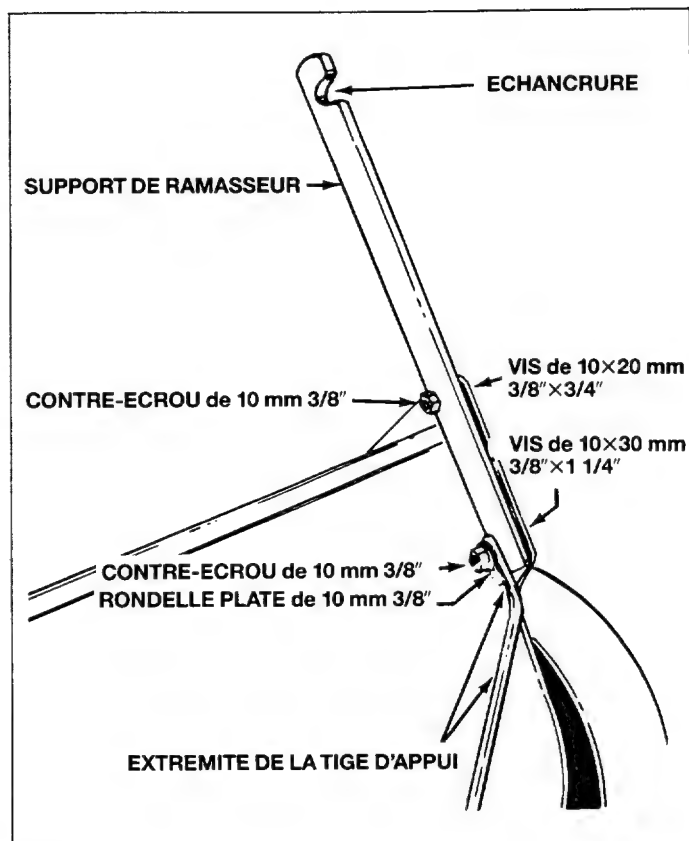

Fig. 8
7. Montez les deux supports du balai ramasseur et de l'extrémité supérieure de la tige d'appui. Voir la figure 8. Placez le trou supérieur du support contre le balai ramasseur et insérez-y deux vis à tête hexagonale de 10x20 mm (3/8" x 3/4") et des contre-écrous de 10 mm (3/8"). Le support doit être installé sur le côté intérieur du balai ramasseur, avec l'échancrure tournée vers le haut. Voir la figure 8. Installez la tige d'appui sous la tige de traction, et la grande rondelle dans le trou arrière du support de traction. Montez ensuite l'autre extrémité de la tige d'appui dans le trou inférieur du support et du balai ramasseur à l'aide de deux vis de 10x30 mm (3/8" x 1 1/4"), deux rondelles plates de 10 mm et deux contre-écrous de 10 mm (3/8").